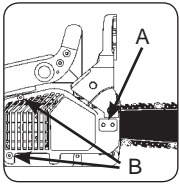
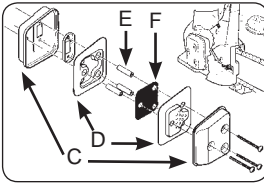

Abb. 20A
Abb. 20B
1. Entfernen Sie die 2 Schrauben (A), lösen Sie die beiden Schrauben (B), die die Abdeckung der Kettenbremse befestigen (Abb. 20A).
3. Trennen Sie die Auspuffhälften (2). Entfernen Sie die beiden Kühl- (D) und Abstandsrohre (E).
4. Entsorgen Sie das gebrauchte Funkengitter und setzen Sie ein neues ein (F) (Abb. 20B).